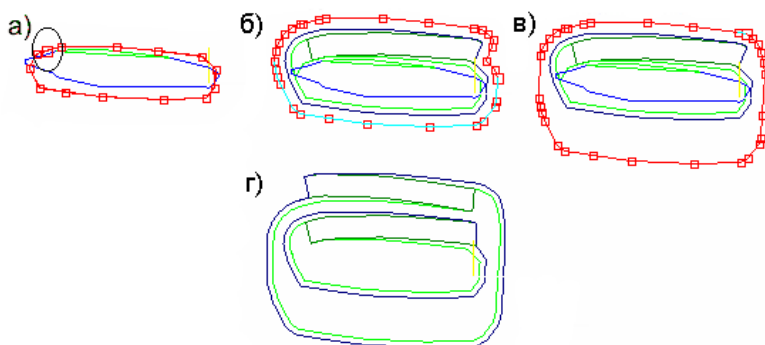
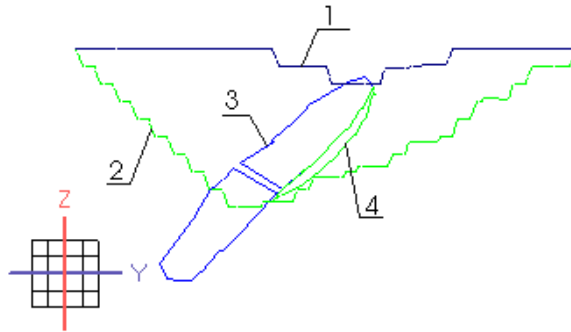

Рис.1 Карьер в промежуточном положении
Рис.2 Разрез карьеров и рудных тел
Открыть модель объектов «Рудное тело» из группы «Геология» в режиме «Только на разрезе» (см. «Занятие 4» п.5). На закладке «Сечение» нажать кнопку **Создать поверхность** . На странице «Свойства» Инспектора объектов нужно задать имя поверхности «Карьер-2». На закладке «Элементы» добавить три элемента: «верхняя бровка», «нижняя бровка» и «съезд», и выбрать для них цвета, например, темно-синий, салатный и зеленый соответственно (см. «Занятие 9» п.1). Нажать мигающие кнопки **Применить**, а затем **Создать**. Принимаем отметку дна, равную 385 м. Создать сечение на этой отметке (см. «Занятие 6,7» п.5). Сделать разрез по этому сечению, опираясь на описания из «Занятия 11» п.3. На виде сверху основного окна создать контур дна, выбрав элемент «нижняя бровка» (см. рис.1а). От выделенной точки (эта точка выделена в области, показанной на рис. 1а) построить съезд, заполнив окно «Съезд», как показано на рис.2 «Занятия 11» (различие будет только в пункте «Высотная отметка конца съезда» = 400.0). После нужно расширить рабочую площадку. Для этого надо выделить участок контура нижней бровки, как показано на рис. 1б. Нажать кнопку **Ортогональный режим** , затем кнопку **Переместить** . Поместить курсор в командную строку, напечатать «30», луч перемещения этого участка контура направить вниз и нажать **Enter**. В результате появится рабочая площадка величиной 30 метров (см. рис. 1в). Затем построить второй съезд, выводящий на отметку 415 м. При построении этого съезда в окне «Съезд» в пункте «Бровка площадки/бермы» снять галочку «Есть». Результат построения карьера см. на рис. 1г. Сохранить эту модель объектов.
3. Подсчет объема горной массы, заключенной между каркасами двух карьеров (см. рис.2).